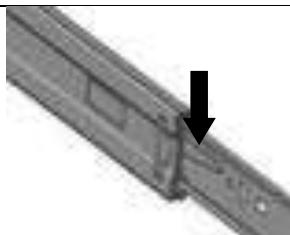

Рис. 3
4.1.3. Разъединить направляющую шариковую нажав на пластиковую защёлку (см. рис. 3), часть направляющей прикрутить при помощи саморезов с потайголовкой 3,5x16 или евровинтов EC4,0x13 (поз.8, пакет №34а) к боковине левой (поз. 4), совместив предпоследнее отверстие на направляющей с зенковкой на боковине (см. рис. 3а).
Рис. 3а
4.1.5. Разъединить направляющую шариковую нажав на пластиковую защёлку (см. рис. 3), часть направляющей прикрутить при помощи саморезов с потайголовкой 3,5x16 мм или евровинтов EC4,0x13 (поз.8, пакет №34а) к боковине правой (поз. 5) со-вместив предпоследнее отверстие на направляющей с зенковкой на боковине (см. рис. 5).